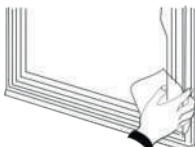

Fig. 4.
- Si el selle magnético está sucio, la puerta no cerrará bien, haciendo que el refrigerador no funcione eficientemente. Límpiolo con un paño y con un detergente líquido neutro. (Ver Fig.4).